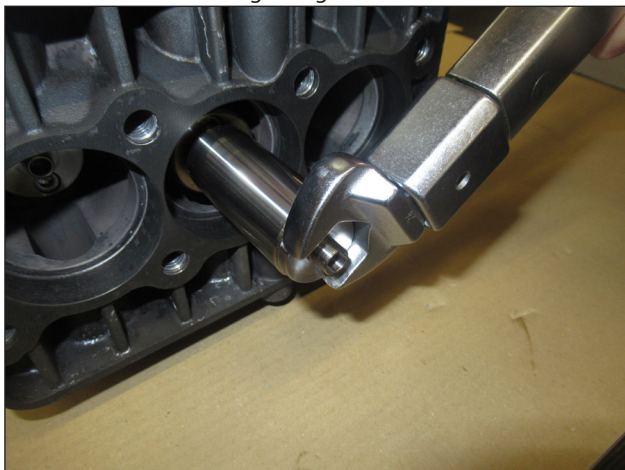

Abb. 32
- A) Montieren Sie das Distanzstück (Abb. 32) und ziehen Sie es an der Kolbenführungsstange fest.